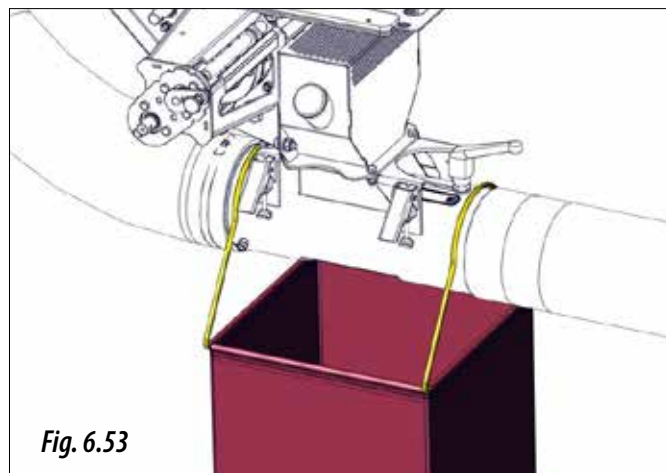

Fig. 6.53
- 4- Placer le sac fourni ou un récipient sous la sortie de l'injecteur venturi (figure 6.53).